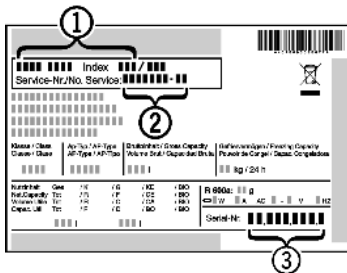

Fig. 17
▶ Прочетете от идентификационната табелка описанието на уреда Fig. 17 (1), сервизния № Fig. 17 (2) и серийния № Fig. 17 (3). Идентификационната табелка се намира на лявата вътрешна стена на уреда.
▶ Обадете се на сервизната служба и посочете неизправността, описанието на уреда Fig. 17 (1), сервизния № Fig. 17 (2) и серийния № Fig. 17 (3).